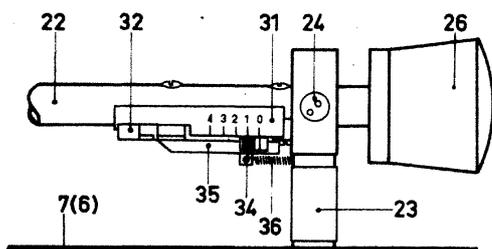

Abb. 13
Nach Lösen der beiden Linsensenschrauben im TA-Rohr (22) läßt sich die Schiene (31) mit der aufgedruckten Skala in Längsrichtung des Rohres um ca. 2 mm verschieben. Auf Nullstellung des Schiebers (34) und in Spiellage des Tonarmes soll die Zugfeder (36) keine Kraft auf den Tonarm ausüben. In dieser Stellung wird der abspielbereite Tonarm durch Verdrehen des Gegengewichtes (26) waagrecht ausbalanciert. Mit dem Schieber werden 3 p Auflagekraft eingestellt und mit der Federwaage an der Abtastnadel nachkontrolliert (Abb. 13,14).